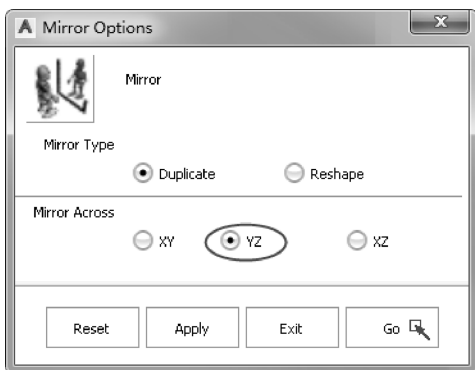

图 3-95 镜像参数设置
- 49 选择【Pick object】工具，选择刚刚创建的曲线。单击菜单栏中【Edit】|【Duplicate】|【Mirror】命令旁的图标，打开镜像选项对话框，设置参数，如图 3-95 所示。